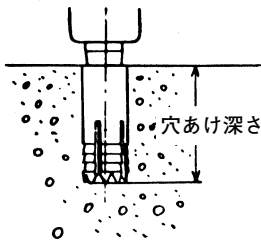

図 7
(2) スイッチを入れ、自穿孔アンカーで下穴をあけます。（図7）